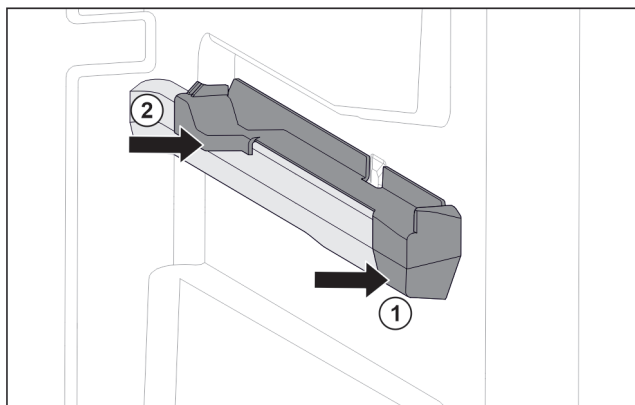

Fig. 57 Nasazovací díl na pravém žebrování na nádoby
- ▶ Nasadte nasazovací díl na žebrování na nádoby. Fig. 57 (1)
- ▶ Přitlačte nasazovací díl k zadní části. Fig. 57 (2)